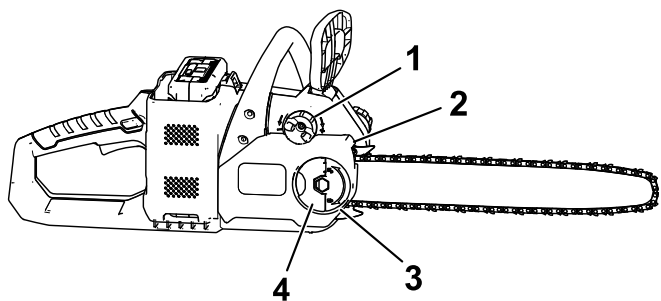

Figura 29
2. Aprite verso l'esterno la linguetta del dado ad alette e allentate il dado, ma senza rimuoverlo dal carter (Figura 29).
5. Serrate il dado ad alette fino a quando è ben stretto e riposizionate la linguetta del dado ad alette (Figura 29).
2. Aprite verso l'esterno la linguetta del dado ad alette e rimuovete il dado ad alette che fissa il carter (Figura 29).
- Allentate la catena girando la relativa vite di messa in tensione in senso antiorario (Figura 29).